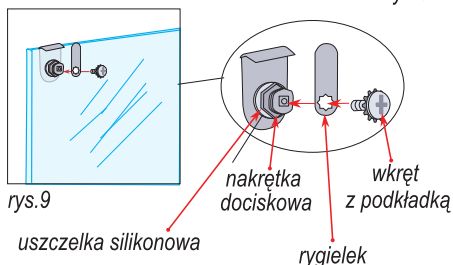

rys.8
1. Zamek z szyldem włożyć w otwór  $\varnothing 20$  w skrzydle drzwiowym od zewnętrznej strony. (rys.8)